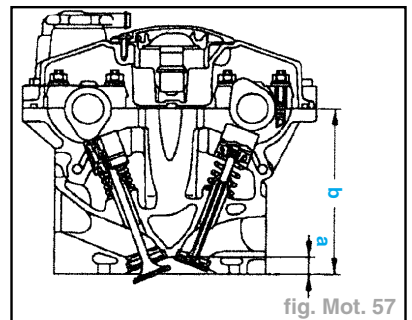

fig. Mot. 57
- Consigne pour la rectification de la culasse (fig. Mot. 57) :